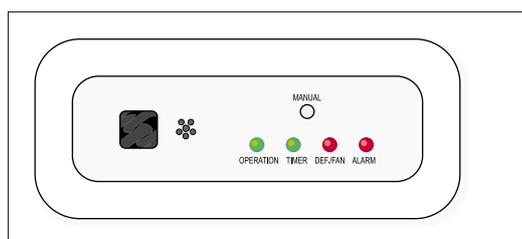

Fig 16.2 Receptor de señales analógico
- La configuración se comprueba apretando durante 5 segundos el botón "Manual" del receptor de señal de la unidad interior (ver fig 16.2)